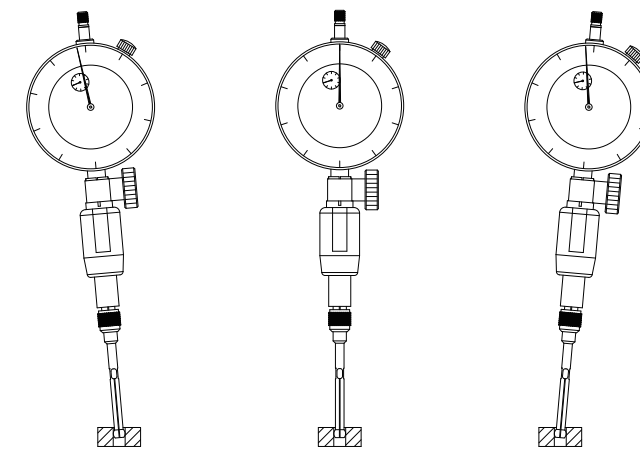

fig.2
(2) Selecione um anel calibrador igual ou próximo ao diâmetro nominal do furo medido para calibrar o ponto zero, coloque o medidor de diâmetro interno no anel calibrador, gire o medidor de diâmetro interno de acordo com a fig. 2, encontre o 'ponto de inflexão' do ponteiro (o valor máximo do indicador de dial), ajuste o indicador de dial para que a linha '0' coincida com o "ponto de inflexão" do ponteiro.